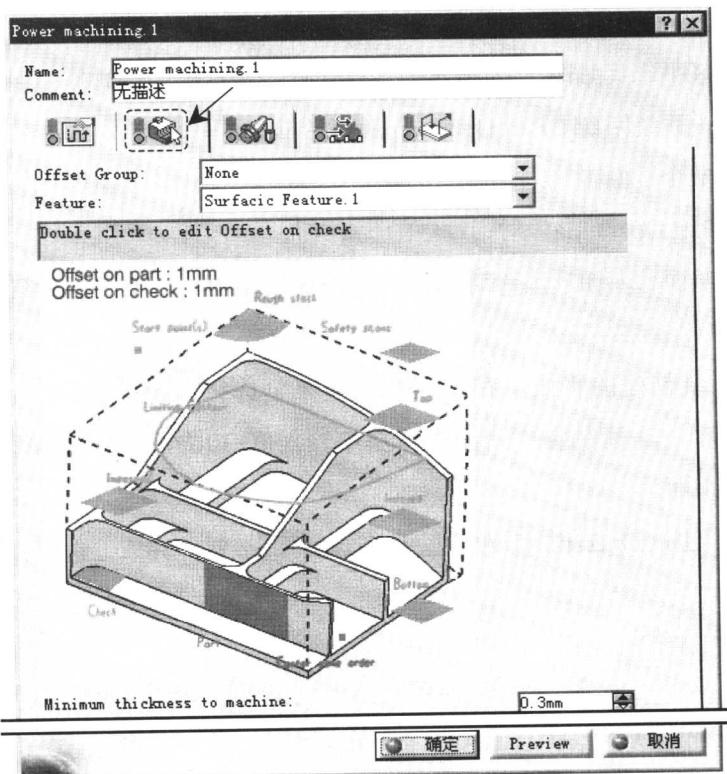
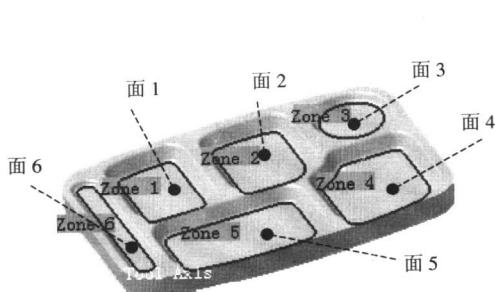

图 1.18 “Power machining.1”对话框
图 1.19 定义加工区域
Step2. 在特征树中选择“Manufacturing Program.1”节点，然后选择下拉菜单 $\text{插入} \rightarrow \text{Multi-Pockets Operations} \rightarrow \text{Power Machining}$ 命令，插入一个多型腔加工步骤，系统弹出如图 1.18 所示的“Power machining.1”对话框。
- (1) 进入“几何参数”选项卡，在“Power machining.1”对话框(一)中单击 几何参数 选项卡。
(2) 将鼠标移动到“Power machining.1”对话框中的目标零件感应区上，该区域的颜色从深红色变为橙黄色，在区域单击鼠标左键，对话框消失，在图形区单击目标加工零件，在图形区空白处双击鼠标左键返回到“Power machining.1”对话框。
(3) 单击“Power machining.1”对话框中的加工区域排序感应区，在图形区中依次选择如图 1.19 所示的面。